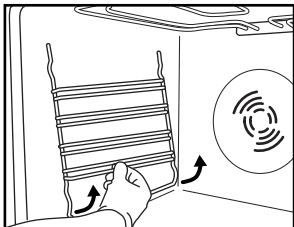

Fig. 3
1. Avlägsna sidostegarna (fig. 3).